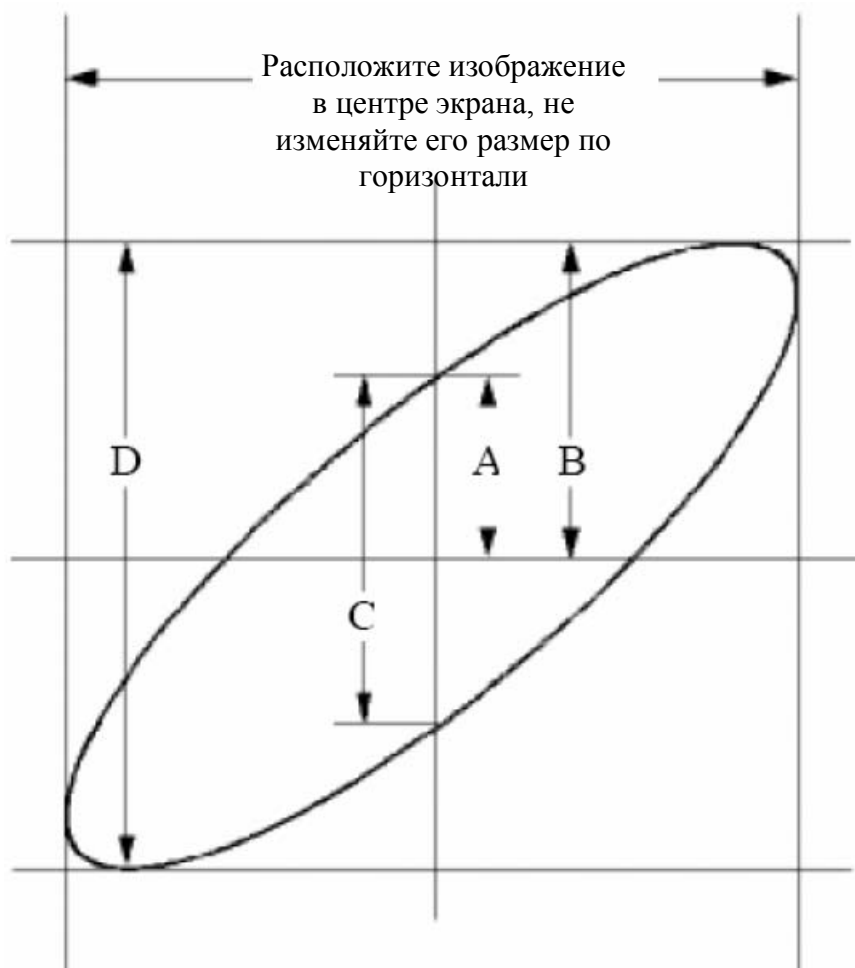

Рисунок 58. Фигура Лиссажу
8. Используя метод эллипса, определите разность фаз между сигналами двух каналов (см. рис. 58).